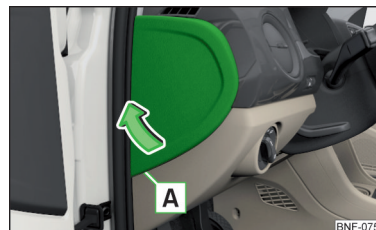

Fig. 136
- Introducir un destornillador plano por el rebaje **A** en la cubierta » fig. 136.